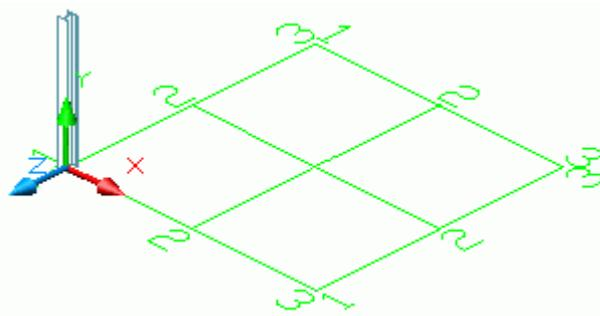

Figure 32 : Poteau HEA 400
- Positionnez le SCU convenablement (voir la Figure 32).